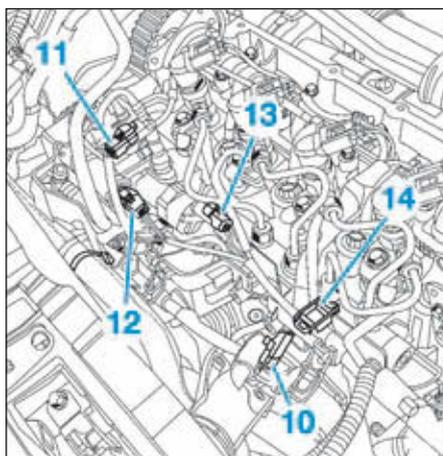

FIG.91
- du capteur de pression de carburant (10) (Fig.91),
- du capteur de température de carburant (11),
- de l'électrovanne de régulation de pression de carburant (12),
- de l'électrovanne de régulation de débit de carburant (13),
- Dégraffer le faisceau d'injection (14).